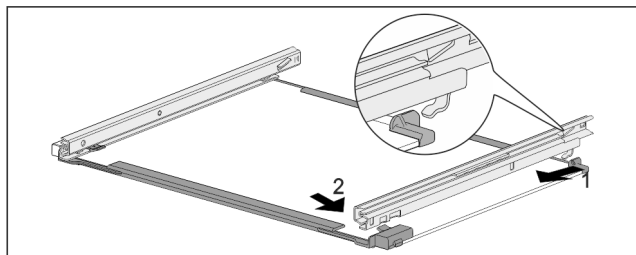

Fig. 83 Скляна пластина з рейками
- ▶ Зачепити рейку ззаду. Fig. 83 (1)
- ▶ Зафіксуйте рейку спереду. Fig. 83 (2)